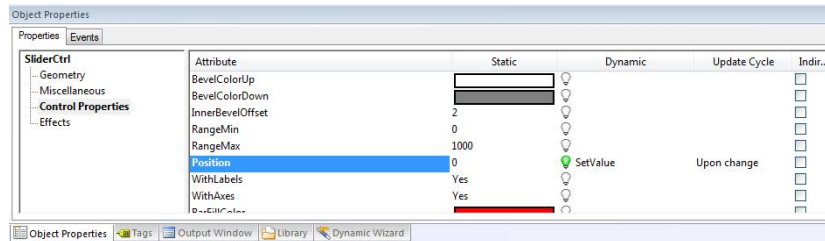

图 3-15
1. 组态滚动条控件。在画面中添加滚动条控件，在 Properties->SliderCtrl->ControlProperties 中，设置 Position 的 Static 值为 0，将 Dynamic 值设为 SetValue，UpdateCycle 为 Upon change，并将 RangMin 和 RangMax 属性设为合适的值，如图 3-15 所示。